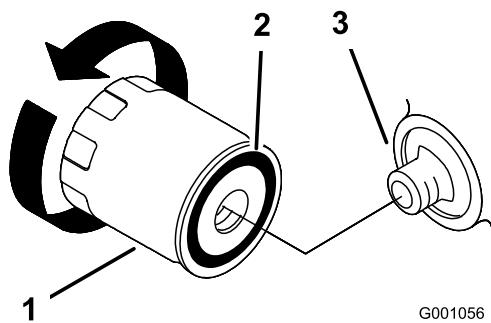

Figura 49
2. Remova o filtro de óleo antigo e limpe a superfície de vedação do adaptador do filtro (Figura 49).
5. Aplique uma fina camada de óleo para sistemas hidráulicos na junta de borracha do filtro de substituição (Figura 49).
6. Instale um filtro de óleo de substituição no adaptador do filtro, rode o filtro de óleo no sentido horário até que o vedante de borracha entre em contacto com o adaptador do filtro, em seguida, aperte o filtro mais 2/3 a 1 volta (Figura 49).